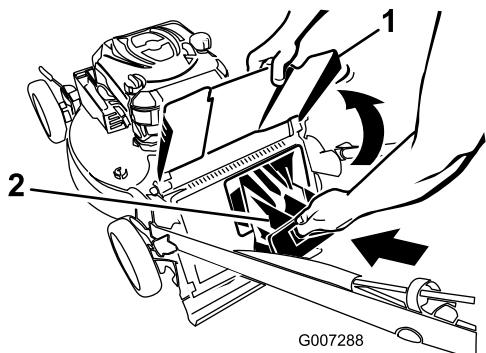

Figura 20
**Importante:** Asegúrese de que el tapón de descarga trasera está bloqueado en su sitio. Para bloquear el tapón: Levante el deflector de descarga (Figura 20), introduzca el tapón y presione firmemente hasta que encaje detrás de las pestañas, y gire la palanca del tapón a la izquierda (Figura 21).